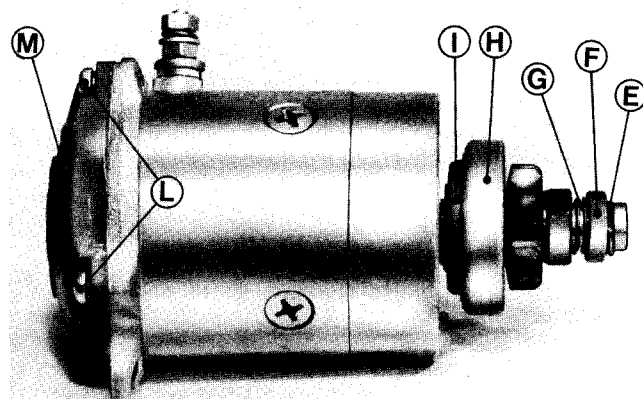

Fig. 59
- 2) - Rimuovere l'anello elastico «E», l'anello di scontro «F», la molla «G» fino a sfilare il pignone completo di ruota libera «H» (ved. fig. 59).
**Avvertenza** - la guarnizione «I» (in fig. 59) deve essere, al rimontaggio, sempre sostituita con una nuova mediante incollaggio (usare colla LOCTITE IS 495).
**Sostituzione spazzole:** togliere le 3 viti «L» e il coperchio «M» (in fig. 59) quindi procedere alla sostituzione delle 2 spazzole.
Dopo aver lubrificato i due astucci a rullini ed inserito un nuovo indotto rimontare i portaspazzole le spazzole e il coperchio «M» ancorandolo con le 3 viti «L» (fig. 59), quindi completare il montaggio con la cianfrinatura del cappuccio come descritto al punto 3).